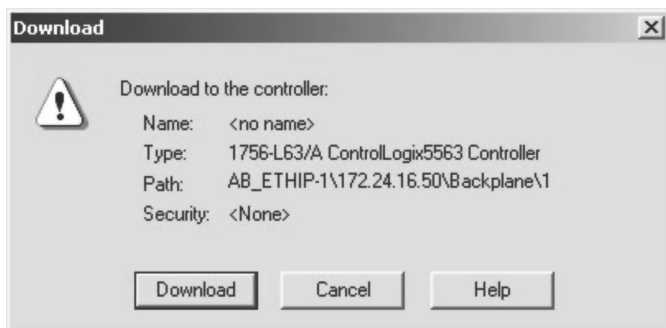

图 4-4 确认下载对话框
5. 出现以下揭示后，再次单击“下载”(Download)，如图 4-4 所示。